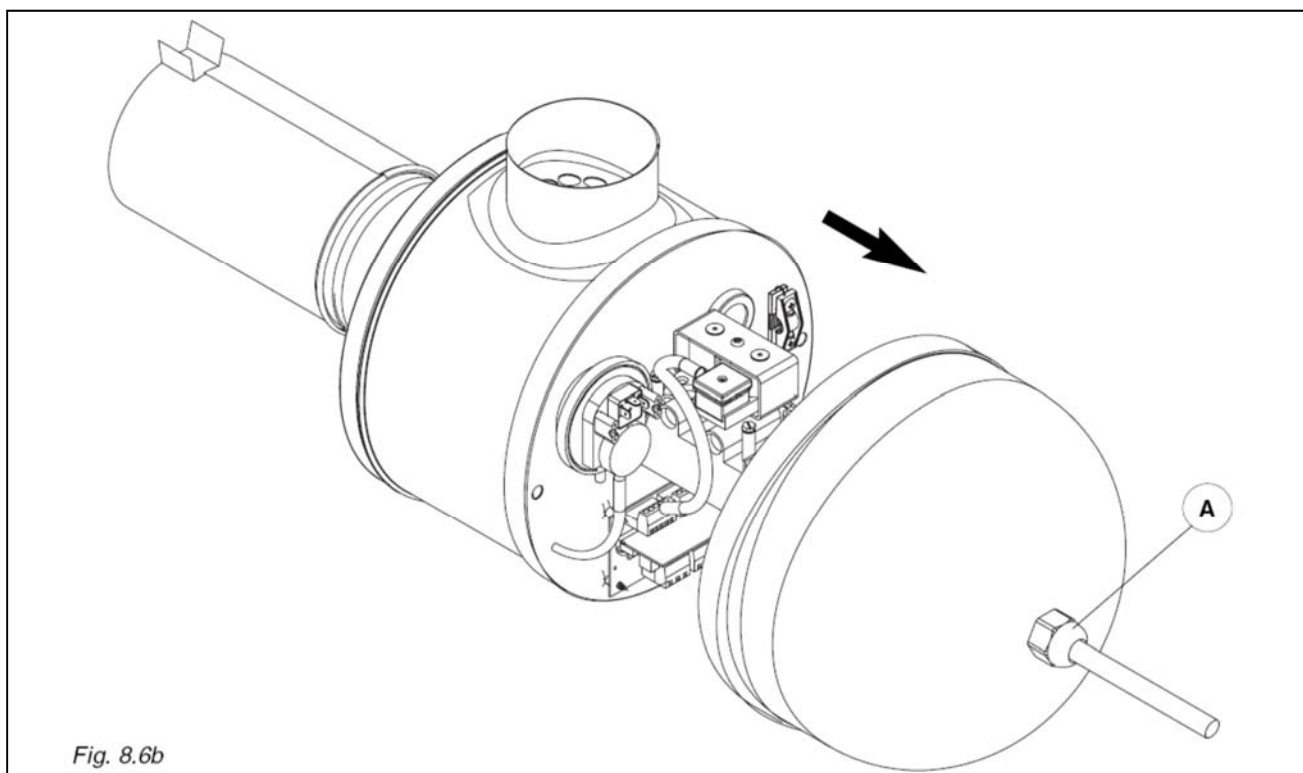

Fig. 8.6b
Při elektrickém zapojení povolte matici (A), odsuňte plastový kryt. Viz. Fig. 8.6b